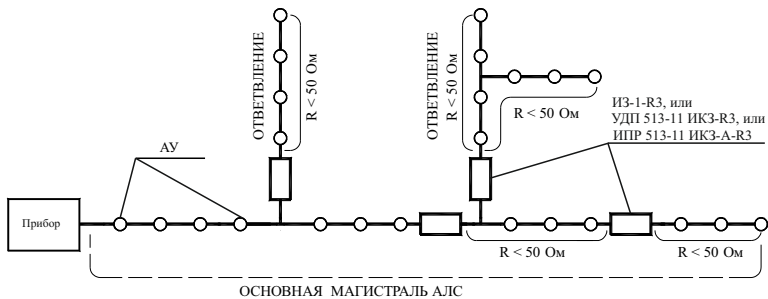

Рисунок 2
- разрывать радиальную АЛС (рисунок 2) в месте установки УДП, ближайшего к точке КЗ. Это локализует участок после УДП и оставляет работоспособным сегмент АЛС между прибором и сработавшим изолятором УДП;